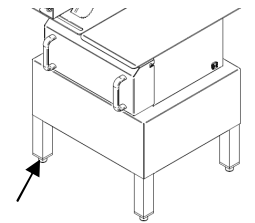

Abb. 4.1.1
- Drücken, um den Motor, der das Sägeblatt antreibt, anzuhalten. Um die Maschine neu starten zu können, muss der Schalter gegen den Uhrzeigersinn gedreht werden, bis er blockiert. Das Blockieren des Schalters erlaubt noch nicht den Neustart der Maschine, dafür muss erst die Starttaste gedrückt werden (1 Abb. 4.1.1).